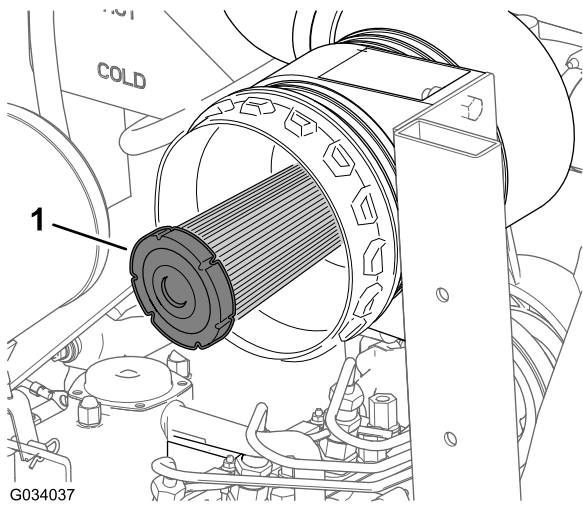

Figure 46
2. Vérifiez que l'élément de sécurité ne présente pas de dépôts de poussière ou débris (Figure 46).
Important: N'essayez jamais de nettoyer l'élément de sécurité (Figure 46). Remplacez l'élément filtrant de sécurité une fois sur trois, quand vous effectuez l'entretien du préfiltre.